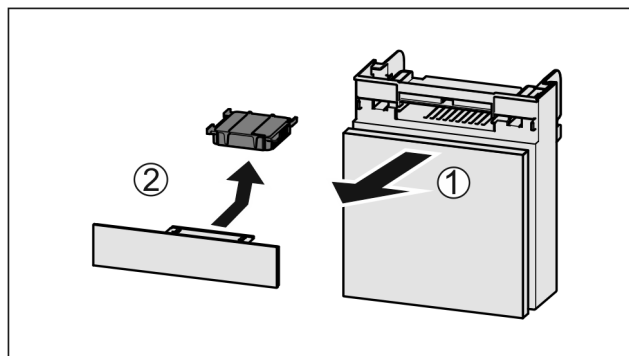

Fig. 98
- ▶ Zásuvku vytáhněte dopředu Fig. 98 (1).
- ▶ Filtr s aktivním uhlím vyjměte Fig. 98 (2).